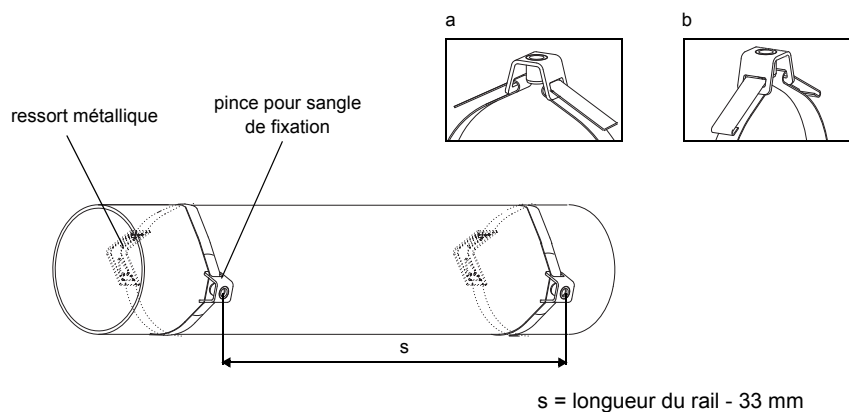

Fig. 9.37: Sangle de fixation avec ressort métallique et pince pour sangle de fixation sur la conduite
- Faites passer la sangle de fixation autour de la conduite (voir Fig. 9.37).
- Positionnez le ressort métallique (si monté) et la pince pour sangle de fixation (voir Fig. 9.37) :
- Faites passer l'extrémité longue de la sangle de fixation à travers la deuxième fente de la pince pour sangle de fixation (voir Fig. 9.37 a).
- Recourbez les deux extrémités de la sangle de fixation (voir Fig. 9.37 b).
- Répétez ces opérations pour la deuxième sangle de fixation. Positionnez les sangles de fixation à la distance  $s$  (voir Fig. 9.37).